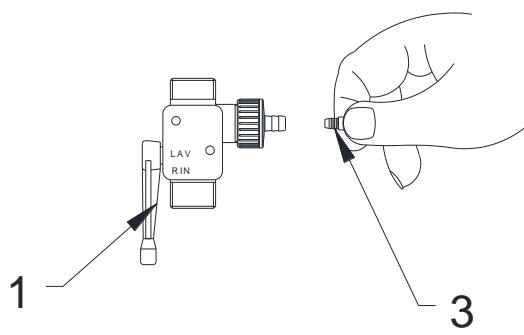
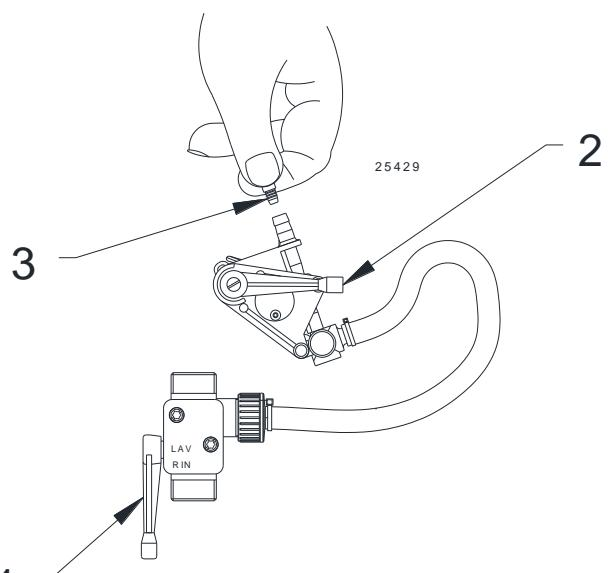
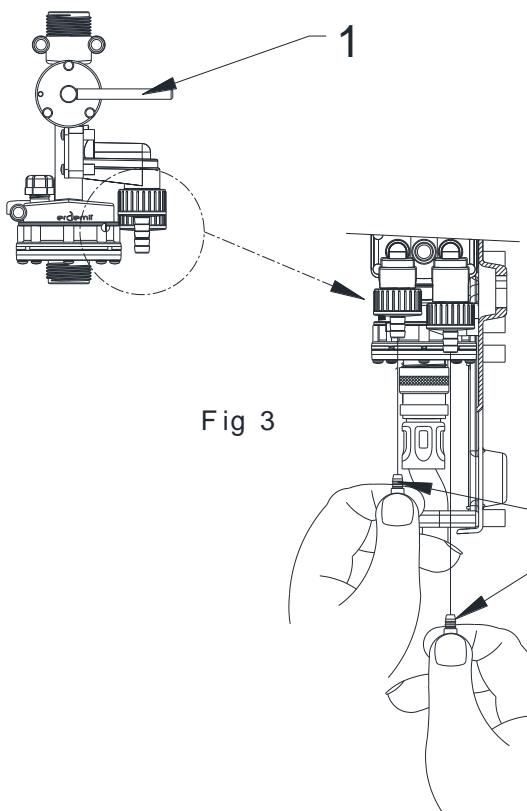

Fig 1
Fig 2
Fig 3
Insérer le gicleur suivant la concentration désirée (Fig 1, 2.,3 selon le modèle choisi)
| Relever la manette du venturi (rep1 fig 1).   | Relever la manette du venturi (rep 1, fig 2) et positionner la manette de la vanne de sélection sur le produit désiré (rep. 2, Fig. 2) | Positionner la manette sur 1 ou 2 selon le produit désiré (rep. 1, Fig. 3). |
| Rise the venturi handle (rep1 fig 1).   | Rise the venturi handle (item 1, fig 2) and position the handle of the selection valve on the desired product (item 2, Fig. 2) | Move the handle to 1 or 2 depending on the desired product (rep. 1, Fig. 3). |
| Levante el mango del venturi (rep1 fig 1).   | Levante el mango del Venturi (elemento 1, fig 2) y coloque el mango de la válvula de selección en el producto deseado (elemento 2, Fig. 2) | Mueva el mango a 1 o 2 según el producto deseado (Rep. 1, Fig. 3). |